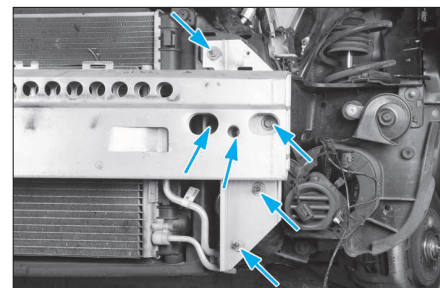

FIG. 30
- la traverse absorbeur de choc (Fig.30).